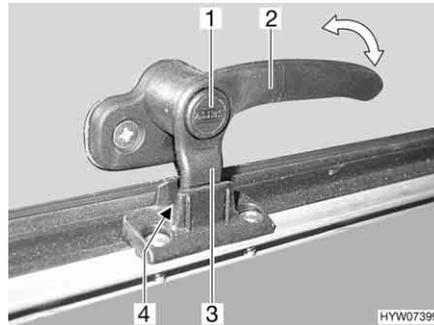
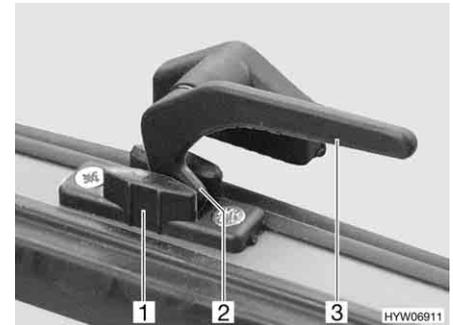

Fig. 82 Levier de verrouillage avec bouton de sécurité en position "Aération permanente"
Fig. 83 Levier de verrouillage en position "Aération permanente"
- En position "Aération permanente" (Fig. 82 et Fig. 83)
- S'il existe, appuyer sur le bouton de sécurité (Fig. 82,1) et le maintenir enfoncé.
- Tourner le levier de verrouillage (Fig. 82,2 ou Fig. 83,3) d'un quart de tour vers le centre de la fenêtre.
- Remettre le levier de verrouillage en position initiale. Le tenon de verrouillage (Fig. 82,3 ou Fig. 83,2) du levier de verrouillage doit pénétrer alors dans le logement prévu à cet effet dans le verrouillage de fenêtre (Fig. 82,4 ou Fig. 83,1).
- Relâcher le bouton de sécurité (Fig. 82,1).